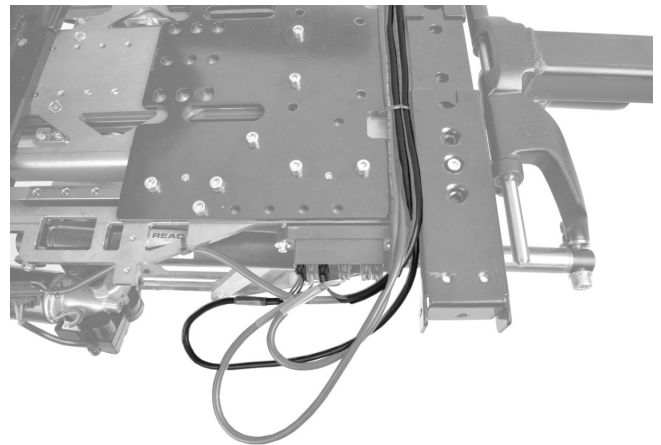

Abbildung 74. Die Verkabelung der AP Sitzhöhenverstellung ist am Kontaktblock im Sitzrahmen angeschlossen.
6. Kabel (1825769) entfernen, das die AP-Sitzhöhenverstellung am Kontaktblock im Sitzrahmen anschließt. Siehe Abbildung. 74. Kabel (1821531) entfernen, das das ICS Master Modul am Kontaktblock im Sitzrahmen anschließt. Siehe Abbildung. 74. Kabel von den Leitungshaltern am Sitzrahmen demontieren. Für spätere Montage beachten, wie die Kabel montiert sind.